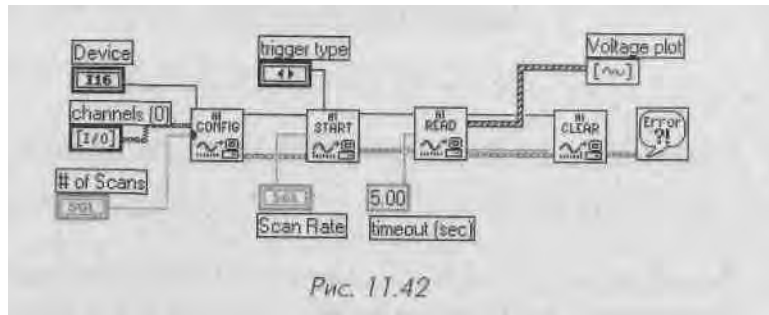

Рис. 11.42
3. Создайте блок-диаграмму, как показано на рис. 11.42. Обратите внимание, что единственным отличием этой блок-диаграммы и простого буферизованного аналогового ввода является подключение ввода **тип триггера** (trigger type) в виртуальном приборе **АЦП Старт**. Сохраните этот виртуальный прибор как **Triggered Analog In.vi**.